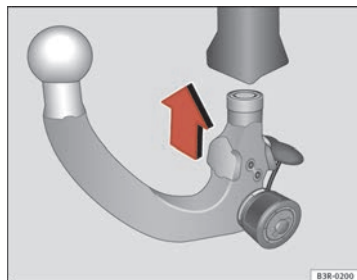

Fig. 167 Dispositivo di traino asportabile Come applicare il gancio a testa sferica
- Dopo aver caricato il gancio a testa sferica introdurlo nell'attacco e premere verso l'alto in direzione della freccia ⇒ fig. 167 ⇒ ⚠. La chiusura avviene in modo automatico. In questo momento si deve sentire chiaramente il rumore dell'innesco.